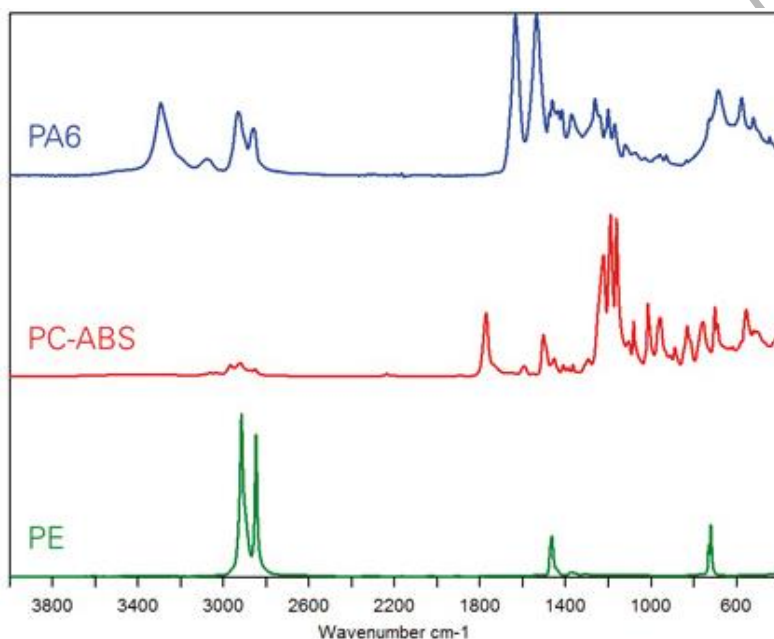

Figura 3. Espectros no infravermelho de 3 polímeros: PA6, PC-ABS e PE.
Na figura 3, são apresentados os espectros coletados para 3 materiais: poliamida 6 (PA6 - Nylon), policarbonato com ABS (PC-ABS) e polietileno (PE). Os “picos” observados nos espectros indicam os comprimentos de onda que foram absorvidos pelo material. Por exemplo: o “pico” em 3300 cm^{-1} no espectro no PA6 é característico das ligações N-H presentes nesse polímero.